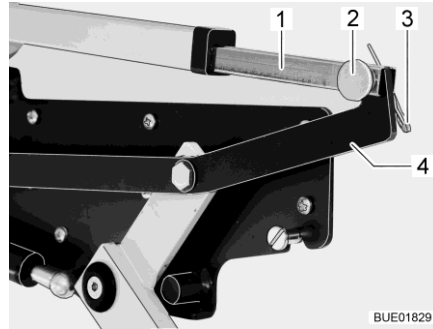

Bild 124 Antrieb für Hubbett
- Verbindung zwischen Schubstange (Bild 124,1) und Hebel (Bild 124,4) trennen. Dazu Splint (Bild 124,3) und Stift (Bild 124,2) herausziehen.